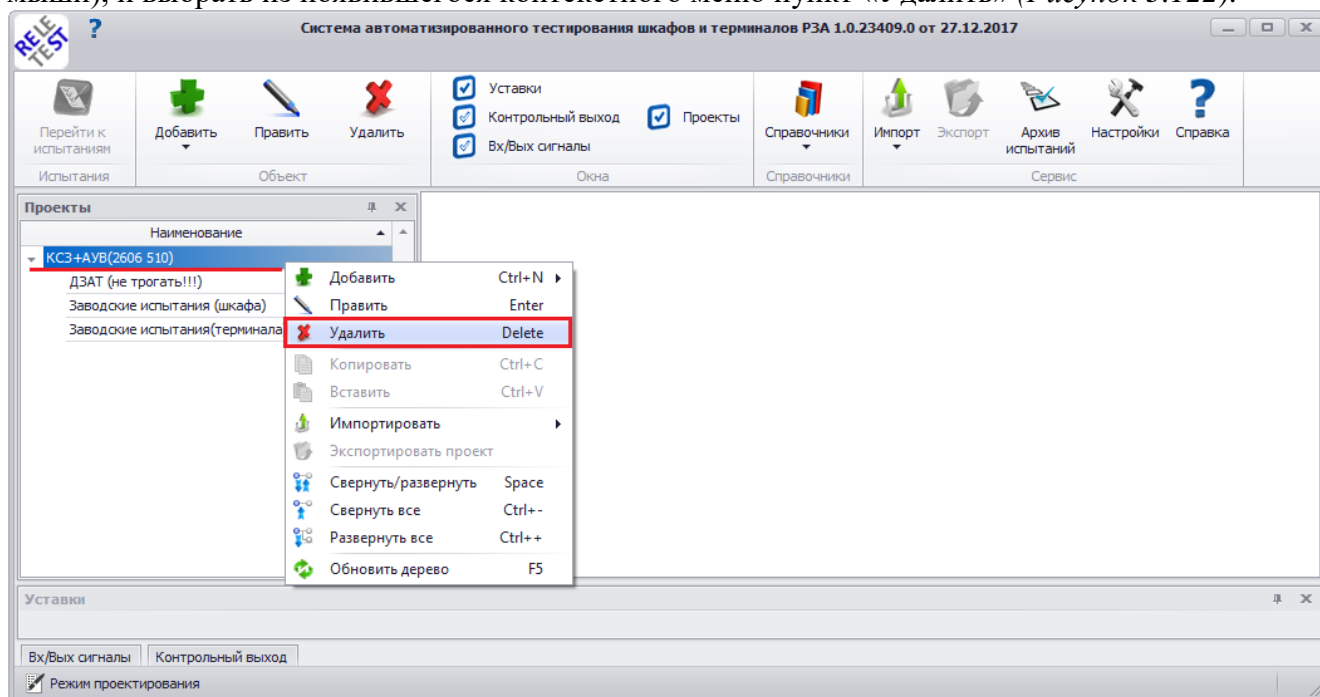

Рисунок 3.122
- в мобильном окне «Проекты» навести курсор мыши на наименование группы проектов, требующей удаления, нажать правую клавишу мыши (выделять запись левой клавишей мыши не обязательно, так как контекстное меню работает по позиции указателя мыши), и выбрать из появившегося контекстного меню пункт «Удалить» (Рисунок 3.122).